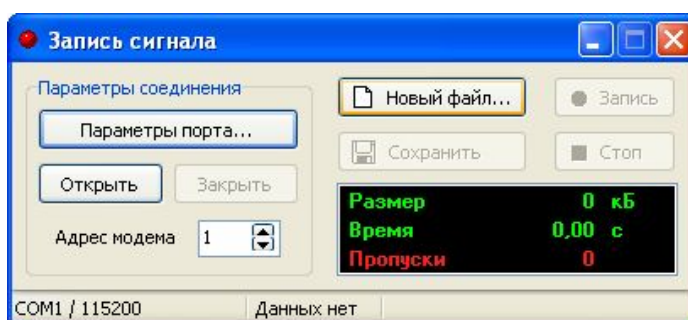

Рисунок 33 – Окно утилиты «Запись сигнала»
- запустить программу «Запись сигнала» recorder.exe (рисунок 33) из комплекта поставки модема;